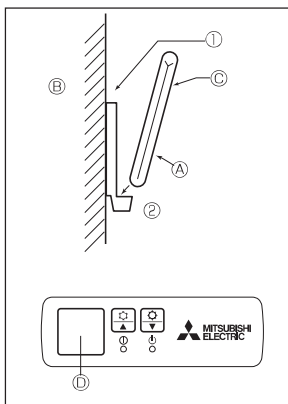

Fig. 6-5
2) วิธีติดตั้ง (Fig. 6-5)
① ติดที่วางรีโมทคอนโทรลในตำแหน่งที่ต้องการโดยใช้สกรูสองตัว
② วางปลายด้านล่างของรีโมทคอนโทรลลง
- (A) รีโมทคอนโทรล (B) ผนัง (C) หน้าจอใช้งาน (D) ตัวรับสัญญาณ